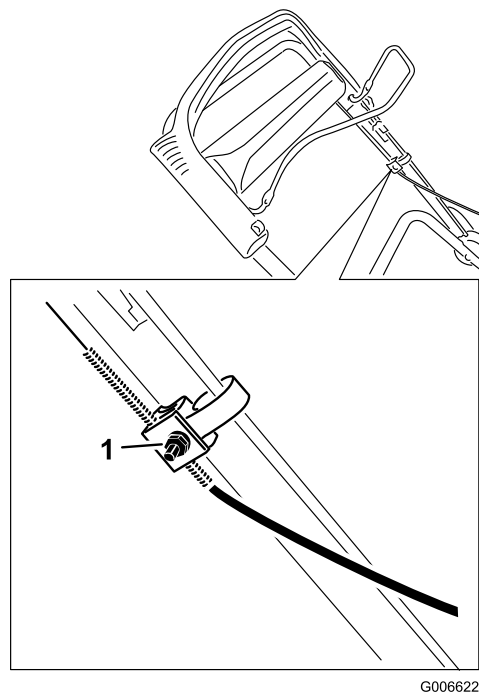

Рисунок 26
1. Ослабьте болт на хомуте тросика (Рисунок 26).